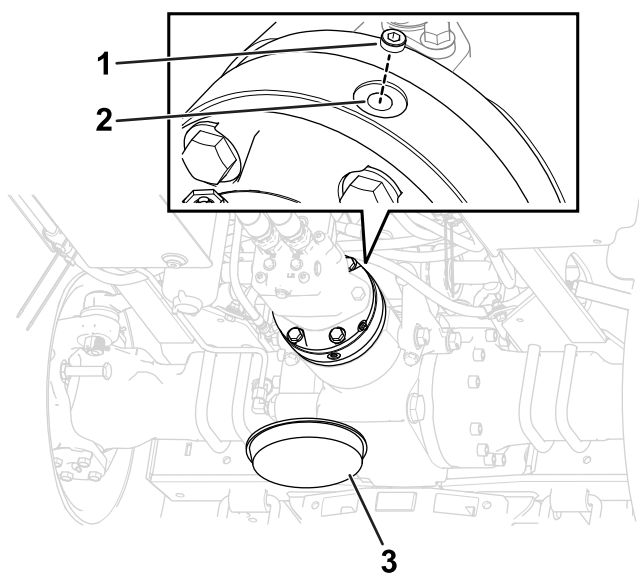

Figure 106
- Retirez le bouchon de remplissage en haut du carter de frein (Figure 106).
- Remettez le bouchon de remplissage dans l'orifice de remplissage (Figure 106).